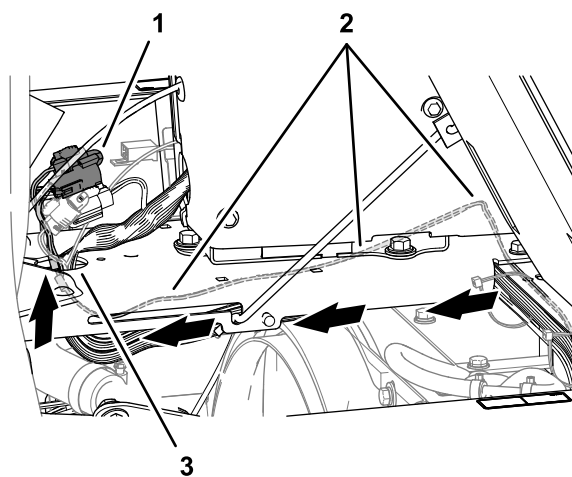

Figure 32
2. Acheminez le faisceau de bus ISO-CAN sous la base de la console et le long du faisceau de la machine (Figure 32).
3. Faites passer le connecteur à 3 broches (étiqueté To TORO CANBUS) et le connecteur à 3 douilles (étiqueté CAN PORT A) du faisceau de bus ISO-CAN par le trou dans la base de la console (Figure 32).